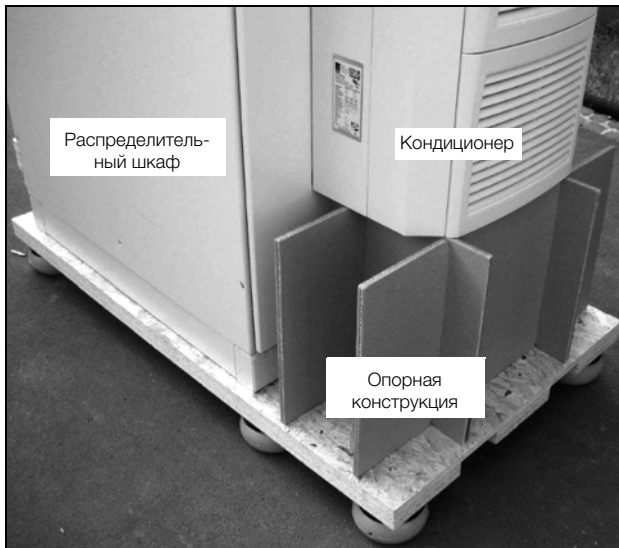

Рис. 1: Транспортировка шкафа с кондиционером
- При транспортировке смонтированных устройств (на шкафу) необходимо использовать транспортные приспособления. Для этого подходит конструкция из окантовок или прокладок, которые поддерживают устройство и предотвращают его смещение в случае ударов (см. рис. 1). Для того, чтобы уменьшить опрокидывающий момент, необходимо использовать достаточно большую паллету. Если устройство монтируется на двери, то во время транспортировки она должна оставаться закрытой